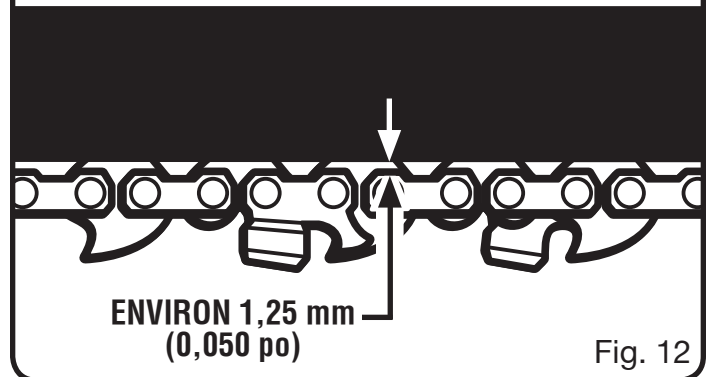

Fig. 12
- Pendant l'utilisation normale, la température de la chaîne augmente. Les maillons d'entraînement d'une chaîne chaude correctement tendue pendent d'environ 1,25 mm (0,050 po) hors de la rainure du guide comme illustré à la figure 12.